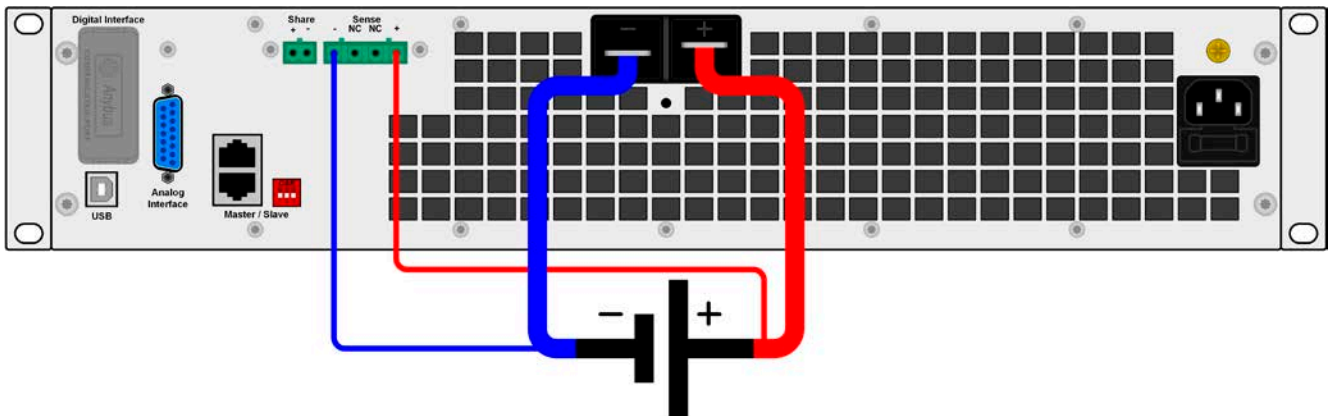

图 7 - 远程感测接线原理
- 远程感测仅在恒压 (CV) 操作模式有效，而对于其它调整模式，感测输入端应悬空，因为连接后会增加震荡趋势。
- 感测线跟源极之间要+与+，-与-相连，否则会损坏两个系统。见图7。